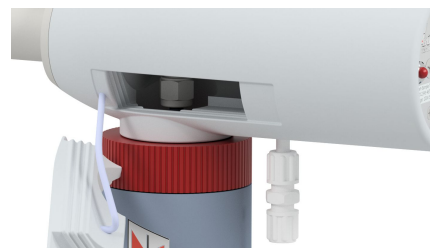

Fig. 3
- Retirez l'écrou et les bagues de serrage du raccord à travers cette ouverture de montage (Fig. 3) et montez-les de manière appropriée sur la section de tuyau de la Smartline